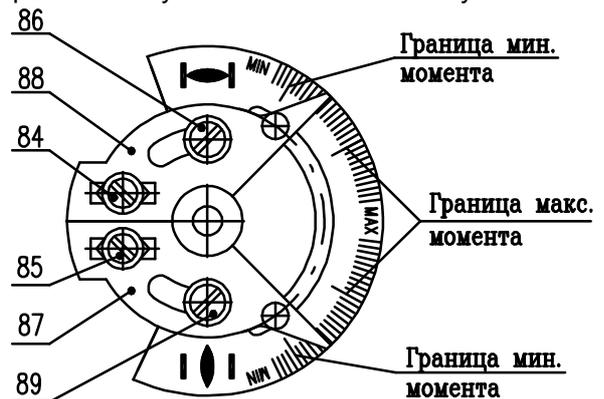

Рис.5
- моментное колесо (рис. 5)
Моментное колесо (рис. 5) укреплено на моментном валике, выходящем от силовой передачи (рис. 2). Угол поворота моментного колеса пропорционален крутящему моменту на выходном валу ЭП. Его величина устанавливается перестановкой сегментов (17) и передвижением упоров (18) (рис. 5). Достигнутая величина крутящего момента переносится от моментного колеса на моментное устройство при помощи моментного рычажка (42) (Рис.6).
Настройку момента выключения выполняйте только в определенном диапазоне, с помощью устройства для измерения момента, грубой регуляцией(17) и тонкой регуляцией(18)(**Рис.5**).
**Перестройка момента выключения** при помощи сегмента(17), (Рис.5), возможно произвести в рамках интервала MIN-MAX на моментном диске в соответствующем силовом диапазоне электрпривода.